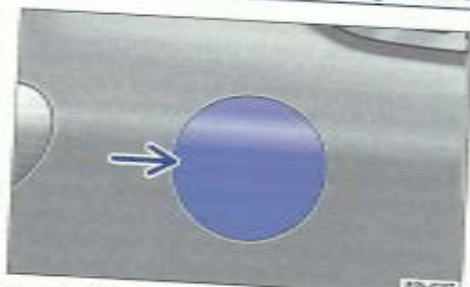

Fig. 174 Côté arrière droit du véhicule : Ouverture de la trappe à carburant
1. Déverrouillez le véhicule à l'aide de la clé du véhicule ou de la touche de verrouillage centralisée (1) dans la porte du conducteur → page 50.
3. Appuyez à gauche sur la trappe à carburant → fig. 174 (flèche), la trappe à carburant sort légèrement.